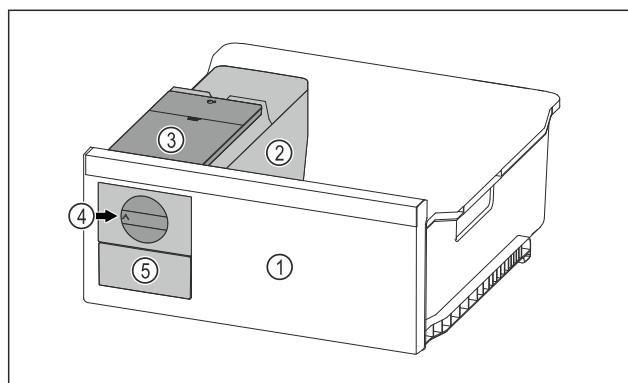

Fig. 75 Vejledende illustration
- ▶ Drej drejeknappen Fig. 75 (4) med uret indtil anslaget.
- ▶ Isterninger falder ud af isterningebakken og ned i isterningskuffen Fig. 75 (5).